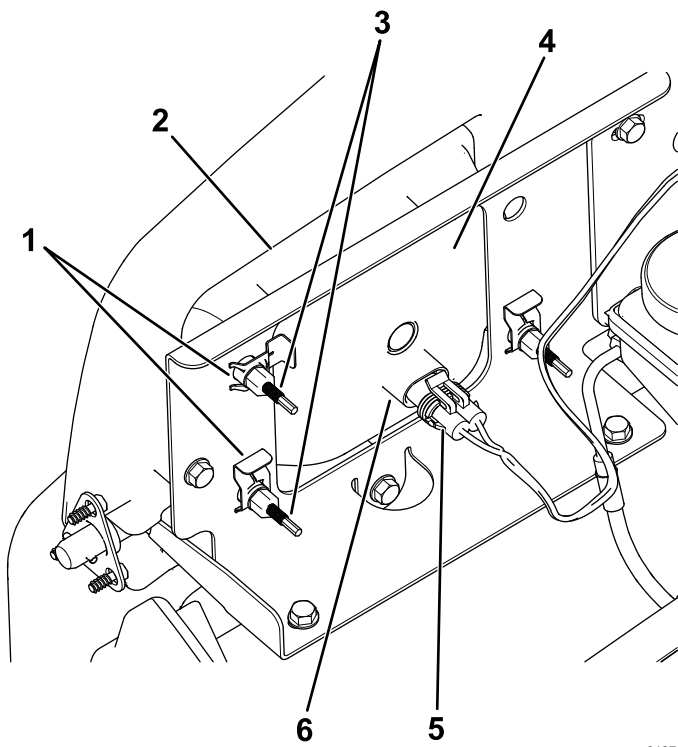

Figure 51
- Débranchez le connecteur électrique de faisceau du connecteur du phare (Figure 51).
4. Déposez les clips rapides qui fixent le phare à son support (Figure 51).
5. Sortez le phare en le déplaçant vers l'avant à travers l'ouverture dans le pare-chocs avant (Figure 51).
6. Montez le phare neuf par l'ouverture dans le pare-chocs (Figure 51).
8. Branchez le connecteur électrique de faisceau sur le connecteur de l'ampoule (Figure 51).
5. Au dos du phare, tournez les vis de réglage (Figure 51) pour orienter le phare et aligner la position de son faisceau.